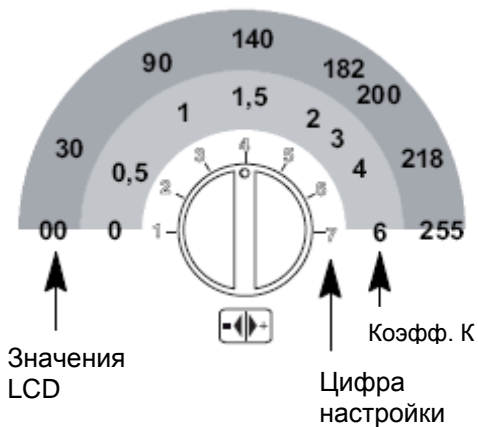

рис. 5.35
- установите значение с помощью ручки 2 рис. 5.35 от минимума 30 (P15 чередуется с 30) до максимума 255 на основании выбранной кривой коэффициента K (см. рис. 5.33)